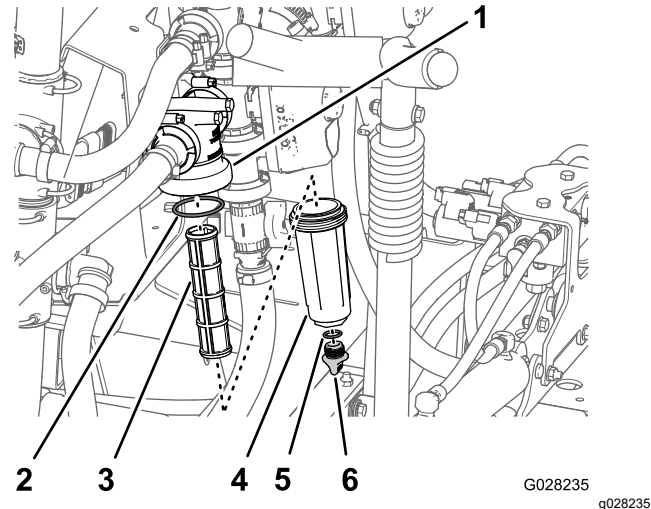

图 114
2. 在压力式滤清器下放置一个排放盘 图 114。
3. 逆时针旋转排油塞然后将其从压力式滤清器的油碗中取出 图 114。
4. 逆时针旋转油碗然后将其从滤清器头中拿出 图 114。
5. 拆下旧压力式滤清器的滤芯 图 114。
6. 检查排油塞的 O 形圈在油碗内侧和油碗的 O 形圈在滤清器头内侧是否有磨损和损坏图 114。
7. 将新的压力式滤清器滤芯安装到滤清器头中图 114。
8. 将油碗安装到滤头上并用手紧固图 114。
9. 将排油塞安装到油碗上并用手紧固图 114。